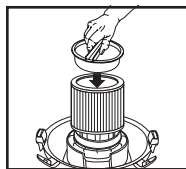

FIGURE 20
40. Placez le porte-filtre dans la partie supérieure de la cartouche filtrante. **FIGURE 20.**